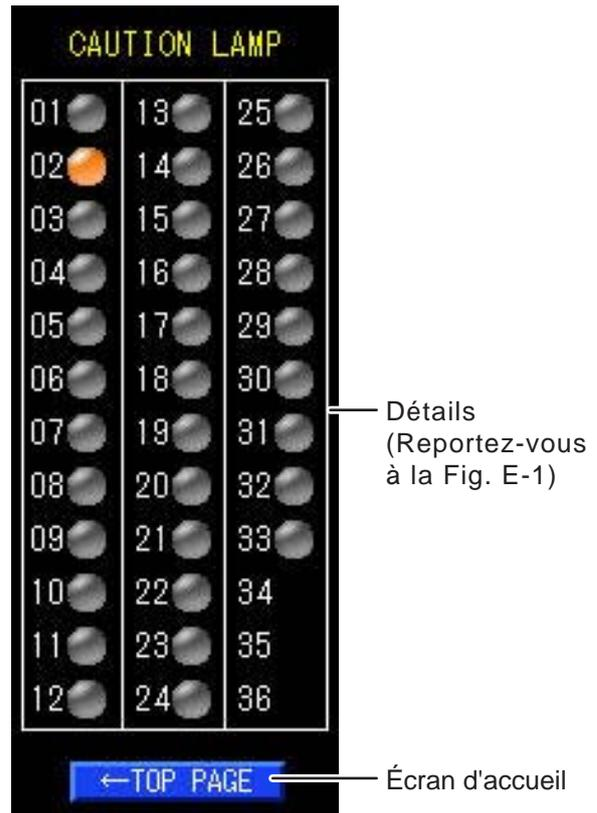

Fig. E-2
- En cas de mise en garde ou d'avertissement, la figure E-2 s'affiche lorsque vous cliquez sur CAUTION dans la figure A. En cas de mise en garde ou d'avertissement, l'écran E-1 apparaît.